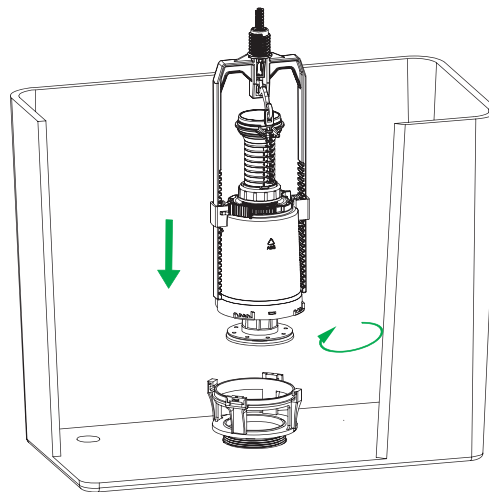

Рис. 13 / 13 сур.
9. Установите выпускной клапан в седло клапана (рис. 13).